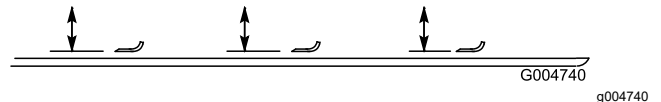

Figura 24
- Rotiți lama până când capetele sunt orientate în față și în spate și măsurați din interiorul unității de tăiere până la marginea de tăiere din partea din față a lamei (Figura 24).